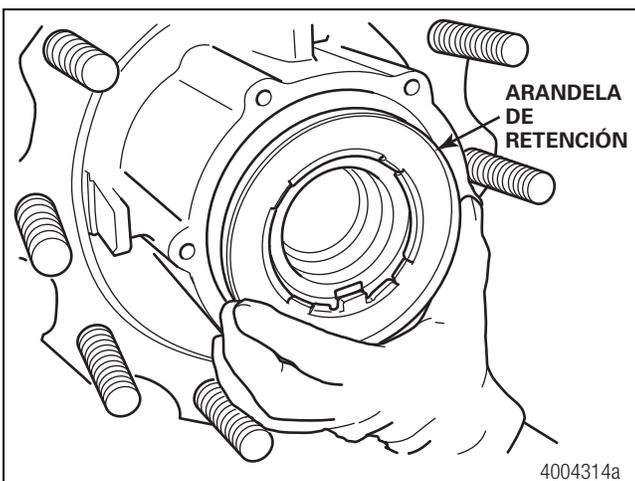

Figura 4.42
4. Instale en la espiga una nueva arandela de traba (número de pieza AM21225514), o reinstale la arandela existente, si no está desgastada o dañada. Figura 4.42.